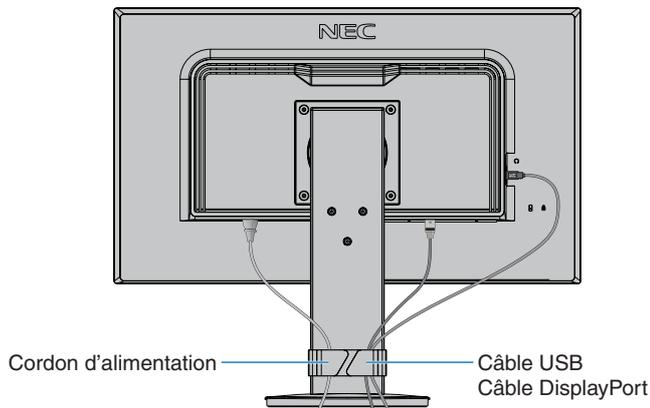
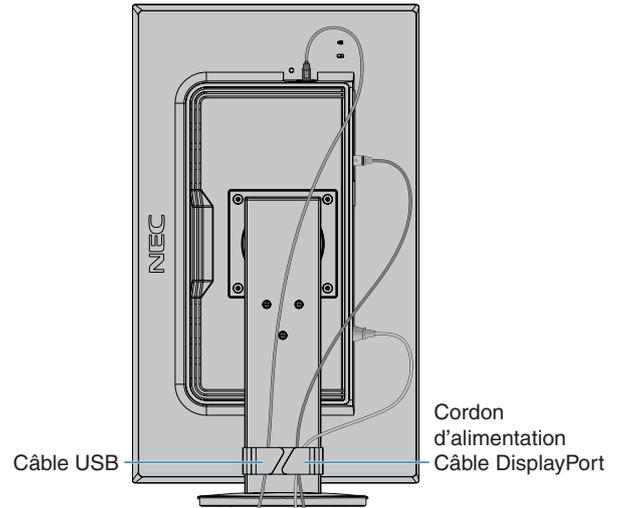

Figure 5
Figure 6
5. Vérifiez que vous pouvez toujours relever et baisser le moniteur après l'installation des câbles (**Figure 5** et **Figure 6**).